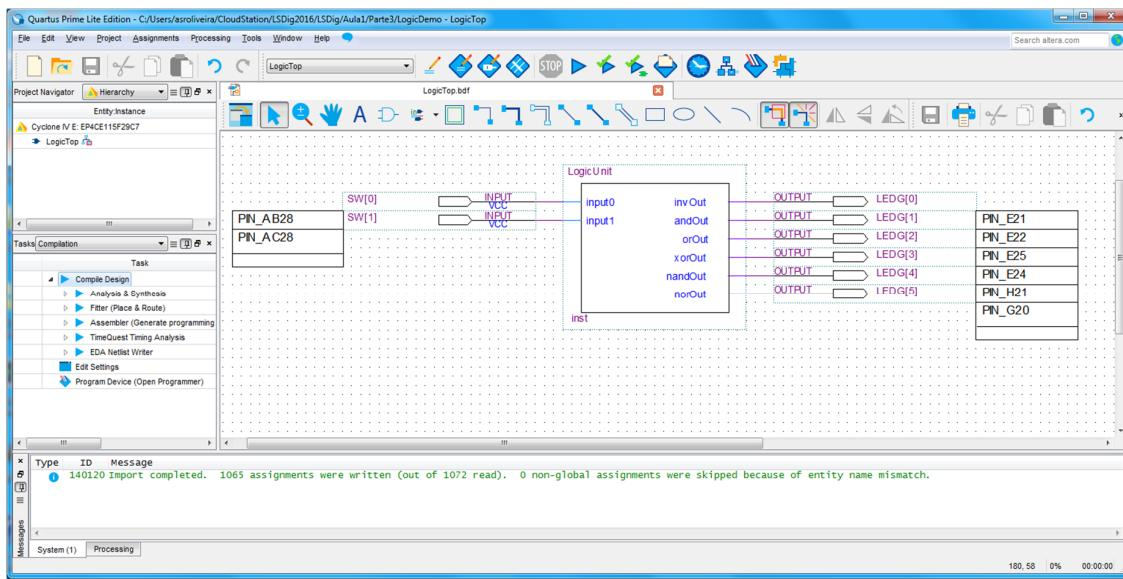

Figura 57 – Módulo “LogicUnit” e portos de entrada e de saída com identificação dos pinos usados da FPGA.
- 10.** Importe o ficheiro “master.qsf” com as definições dos pinos da FPGA na placa de desenvolvimento. Após a importação, o diagrama esquemático deverá apresentar o aspeto da Figura 57.